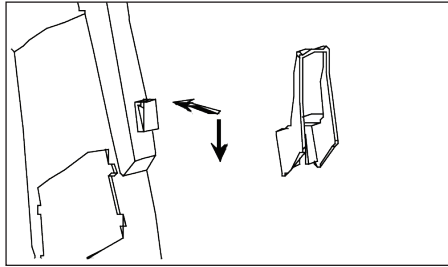

Figura 7 - Sujete el soporte del cordón (sólo PW1625)
1. Coloque el soporte del cordón (ver la figura 7).